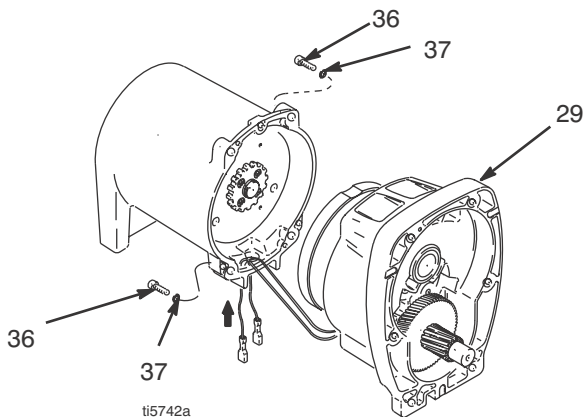

FIG. 5
4. FIG. 5. Enlever les quatre vis (36), les rondelles d'arrêt (37) et la pignonnerie (29).